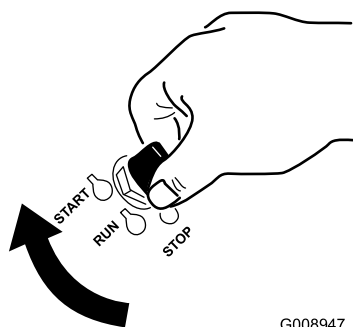

Figura 16
1. Gire la llave de contacto a la posición de ARRANQUE (Figura 16).
6. Gire la llave de contacto a la posición de ARRANQUE (Figura 16). Cuando el motor arranque, suelte la llave.